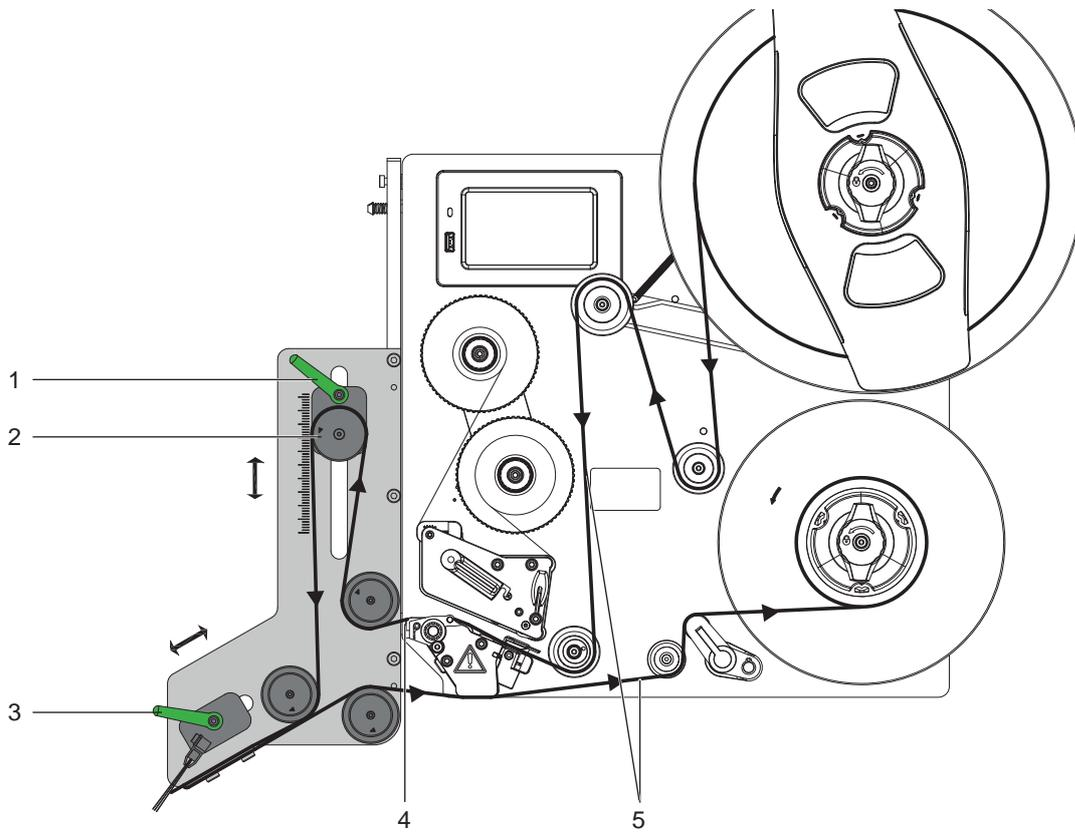

Bild 3 Materiallauf - Drucker und Spendemodul L
5. Trägermaterial (5) entsprechend Bild 3 in das Spende­modul einlegen.
6. Trägermaterial (5) zum Aufwickler entsprechend der Anleitung des Druckers weiter verlegen.